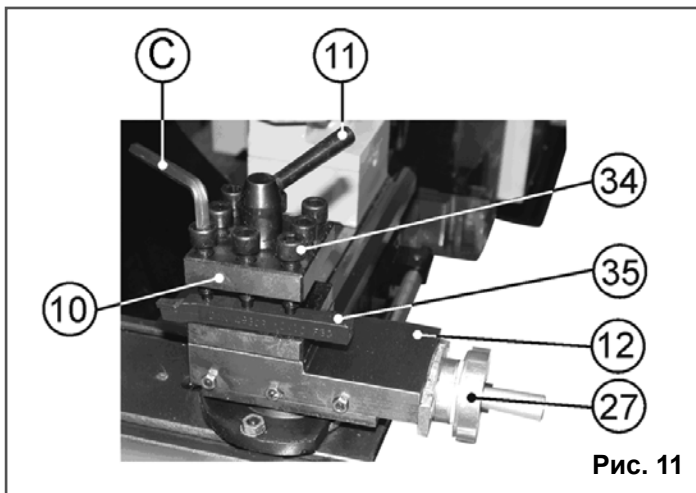
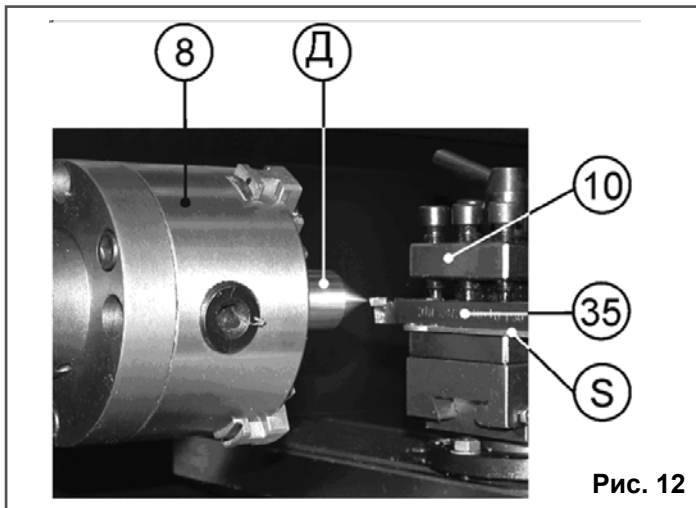
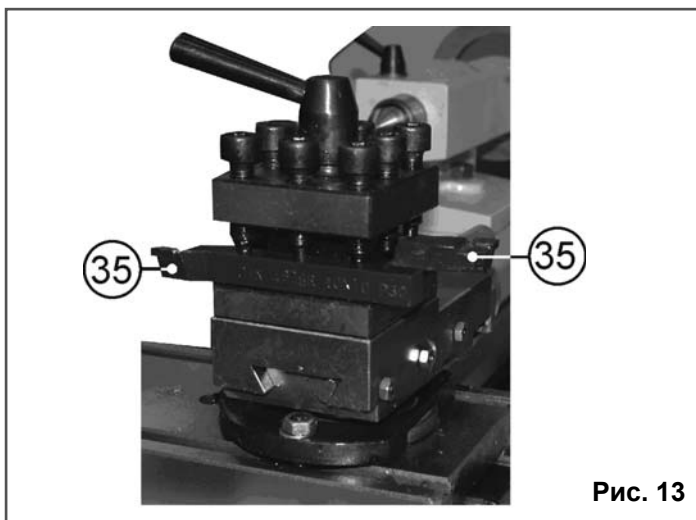

Рис. 11
Рис. 12
Рис. 13
10.1.8. Используя шестигранный ключ (С), Рис. 1, выкрутите 3 болта (34), установите необходимый для предполагаемой операции резец (35) в резцедержатель (10), равномерно, с достаточным усилием закрутите три болта (34), Рис. 11. Убедитесь, что режущая часть головки резца (35) находится по центру диаметра заготовки. Положение резца (35) проверьте по центру (Д), зажатом в трёхкулачковом самоцентрирующемся патроне (8). Вылет головки резца должен быть примерно 10 мм, но не превышать 15 мм (не должен превышать полторы высоты державки резца). По мере необходимости при установке резца (35) используйте подкладки (S) разной толщины. Допускается использовать только одну подкладку, Рис. 12.
10.1.9. Для ускорения и удобства работы можно установить в резцедержателе (10) параллельно, но направленные в противоположные стороны головками, два резца (35), Рис. 13, при условии, что оба резца (35) в резцедержателе (10) закрепляются тремя болтами (34), Рис. 11.
ложение резцедержателя (10), повернув ручку фиксации резцедержателя (11) в обратном направлении с определенным усилием, Рис. 11.